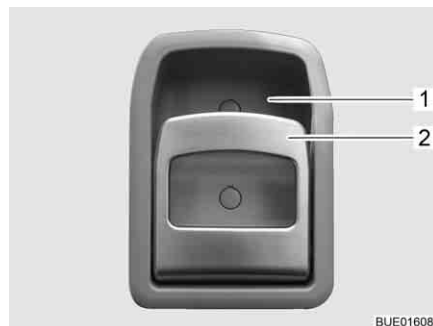

Fig. 56 Cerradura de la puerta de entrada, en el interior
- Tirar del tirador (Fig. 56,2). Se desbloqueará o bien abrirá la cerradura de la puerta.
- Presionar la parte superior del tirador (Fig. 56,2) hacia el alojamiento del tirador (Fig. 56,1). Se bloqueará la cerradura de la puerta.